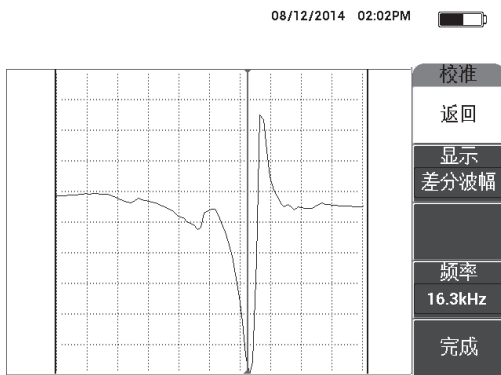

图 6-65 选择最佳操作频率
6. 如果需要，通过使用旋钮调整**频率**（D 键）的方式，为您的应用选择最佳操作频率（参见第 160 页的图 6-65）。